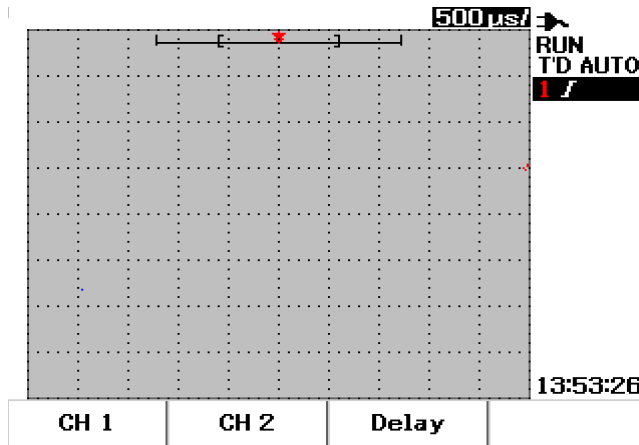

图 3-1 示波器菜单显示，包含两个通道显示。
- 1 按前面板上的 **Scope** 按钮访问 **Scope** 菜单。您将在图 3-1 中看到以下示波器菜单显示，该图显示被禁用的两个通道。